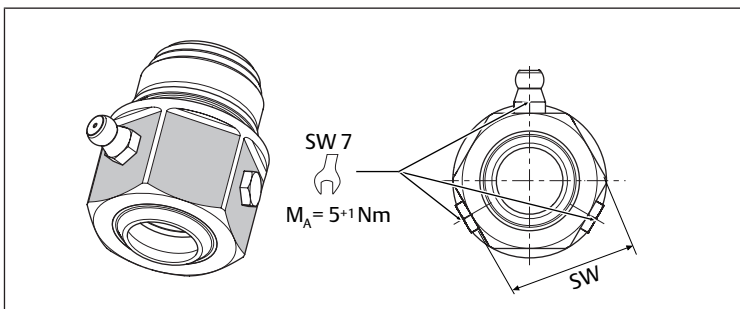

Abb. 10: Ø 32 - 125 mm | Schmiereinheit
- Schrauben Sie ihn ggf. mit einem geeigneten Werkzeug heraus (siehe → Abb. 10) und positionieren ihn an einer der anderen 2 Positionen (1 A – C), um einen optimalen Einsatz zu gewährleisten.